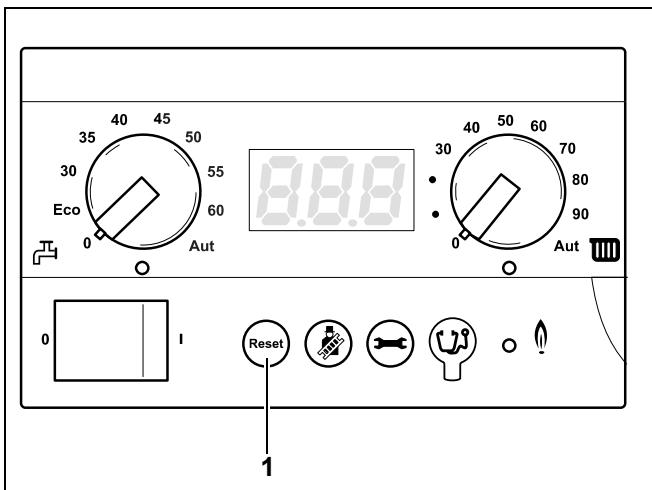

Рис. 25 BC10 – кнопка "Сброс"
- Чтобы сбросить неисправность, нажмите кнопку "Сброс" (рис. 25, поз. 1) в течение примерно 5 секунд.